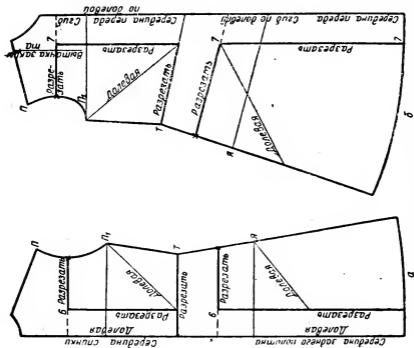

Рис. 202. Нанесение линии фасона платья, комбинированного из ткани в клетку:
**Спинка.** По линии талии (рис. 202, а) наносят линию разреза. Линию проймы от точки П до точки П1 делят на две равные части и обозначают точкой деления. От точки деления влево проводят горизонтальную линию так, чтобы она не дошла до середины спинки на 6 см. От точки 6 вниз проводят вертикальную линию параллельно линии середины спинки.
**Полочка.** По линии талии (рис. 202, б) наносят линию разреза. Линию проймы от точки П до точки П1 делят на две равные части (нагрудную вытачку следует закрыть).